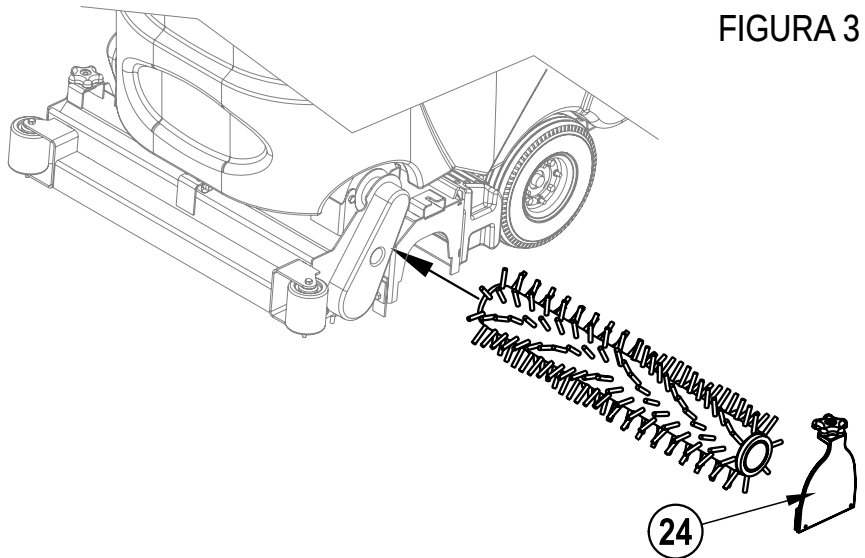

FIGURA 3
- 1 Asegúrese de que el portacepillos se encuentre en la posición ELEVADA. Asegúrese de que está apagado (O) el conmutador de llave (A).
- 2 Ver la Figura 3. -Para acceder a los cepillos, afloje los botones negros (uno a cada lado) que están en la parte superior de los conjuntos en vacío (24) y retire los conjuntos. Deslice el cepillo en el contenedor, levante ligeramente, empuje y gire hasta que se asiente. Vuelva a instalar los conjuntos en vacío.